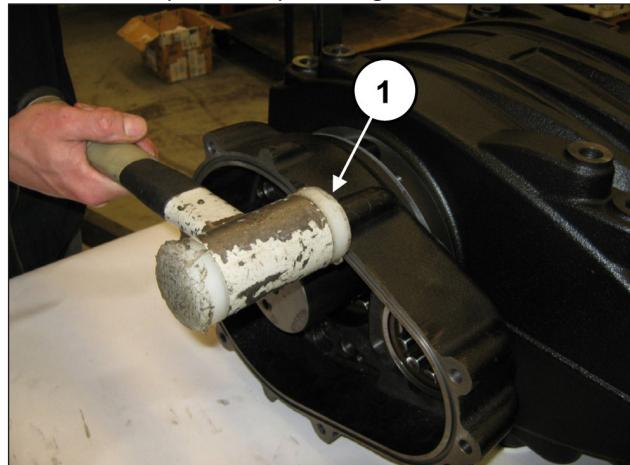

Fig. 65
Montar la caja del reductor (y la junta) utilizando una herramienta de percusión (pos. ①, Fig. 65).